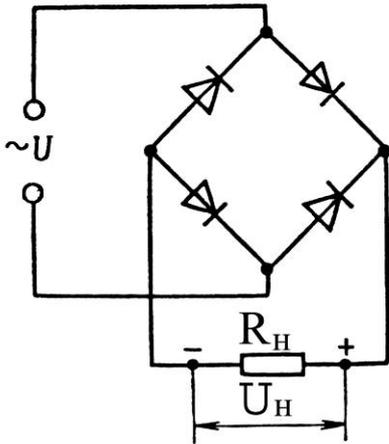

Рис. 1 Схема однофазного мостового выпрямителя.
6. Составляем схему мостового выпрямителя (рис. 1). В этой схеме используем диоды КД202Н, с параметрами: